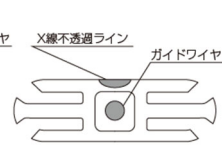

図2
3)クローバードレインチューブの白色のX線不透過ラインのあるルーメンを定める。[白色のX線不透過ライン側のルーメンがチューブ先端まで吸引部がなくガイドワイヤを誘導できる]（図2）